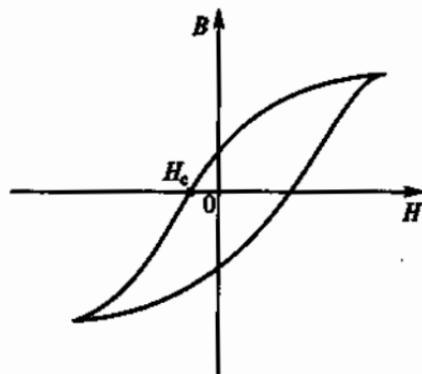

Рис. 43
2.8. Из рассмотрения петли гистерезиса на рис. 43 следует, что при напряженности катушки H , равной напряженности сердечника H_c , магнитная индукция $B=0$. Что это означает?